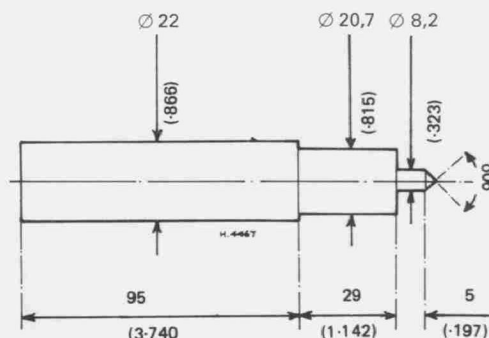
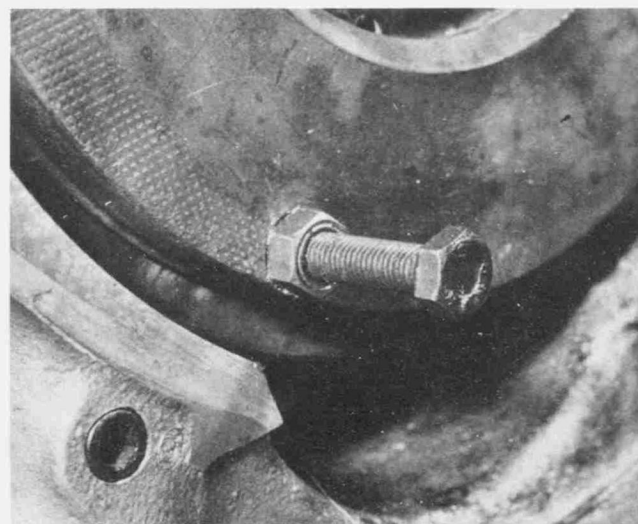

Bild 75
Bild 79
- Die drei vorläufigen Schrauben mit ihren Muttern in das Schwungrad hineindrehen und die Muttern festziehen, um die Membranfeder zusammenzudrücken (Bild 79). Nun muss die Kupplungsscheibe zentriert werden. Ist das Getriebe nicht zerlegt worden und stehen die Antriebswelle und die Kupplungs-Druckstange hierfür nicht zur Verfügung, muss ein Spezialwerkzeug hergestellt oder besorgt werden (Bild 75).